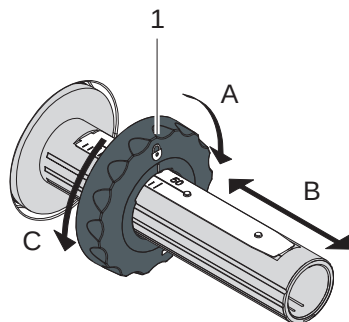

Fig. 13 Ajustarea mecanismului de poziționare la margine
2. Rotiți mânerul (6) în direcția opusă direcției acelor ceasornicului pentru deblocarea capului de imprimare.
3. Ajustați mecanismul de poziționare la margine (1) de pe derulator (5) în funcție de lățimea foliei (Fig. 13):
- Fixați înfășurătorul și deblocați mecanismul de poziționare la margine (1) prin rotirea acestuia în direcția A.
- Împingeți mecanismul de poziționare la margine (1) în direcția B și folosind scala ajustați-l la lățimea foliei.
- Fixați înfășurătorul și blocați mecanismul de poziționare la margine (1) prin rotirea acestuia în direcția C.
4. Împingeți rola de folie (4) până la mecanismul de poziționare la margine (1) de pe derulator (5) în așa fel, încât stratul color al foliei să fie poziționat în sus, spre capul de imprimare, după introducerea în aparat.